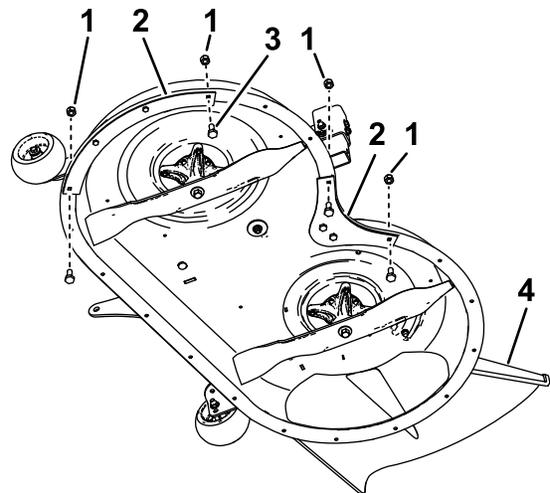

Figure 1
2. Retirez les écrous et boulons existants des extrémités des déflecteurs existants, comme montré à la Figure 1.